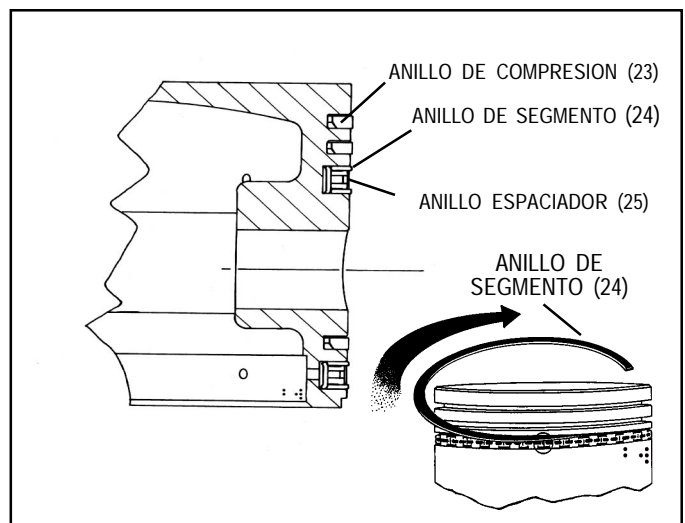

FIGURA 14 - PISTONES Y ANILLOS
1. Instale los anillos espaciador y de segmento como sigue. Coloque el anillo espaciador (25) en la ranura del pistón, los extremos del espaciador deben tocarse pero no superponerse. Instale el segmento superior (24) insertando un extremo sobre el espaciador en la ranura del anillo a 120 grados de los extremos del espaciador, y dé vuelta al segmento para colocarlo en su puesto. Instale el segmento inferior de la misma manera, debajo del espaciador, asegurándose de que el espacio esté escalonado 120 grados tanto del anillo de segmento superior, como del espacio del extremo del espaciador. Antes de su uso, esté seguro de que ambos extremos pintados del espaciador estén visibles y se topen. (Remítase a la Figura 14.)
2. Instale los anillos de compresión (23) en las ranuras apropiadas con el biselado o marca "pip" (si la hay) hacia la parte superior del pistón. (Remítase a la Figura 14.)